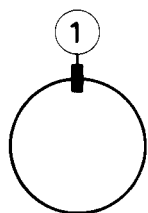
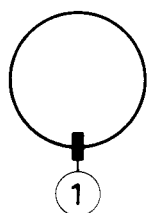

Fig. 5a
Fig. 6a
3. Die Kreuzung der mittleren horizontalen blauen und roten Linie und die Kreuzung der mittleren vertikalen blauen und roten Linie beheben, indem die Ablenkeinheit in vertikale Richtung gekippt wird. Steht die Ablenkeinheit in der richtigen Stellung, dann den Gummikeil ①, von dem der Papierstreifen nicht entfernt worden ist, an der Oberseite (Abb.5a) oder der Unterseite (Abb.6a) anbringen. Abb.5a zeigt die Situation, in der die Ablenkeinheit nach oben gekippt wurde und Abb.6a gibt an, dass die Einheit nach unten gekippt wurde.